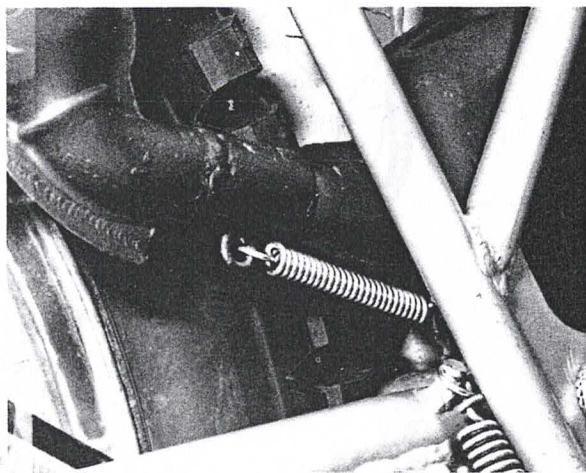

Bild 116
- Die zweiteilige Auspuffanlage der Alpina- und Sherpa-Modelle wird von kräftigen Federn zusammengehalten (Bild 116), während die nach unten geführte Auspuffanlage aus einem Stück besteht. Beide Anlagen sind mit drei Federn am Auspuffstutzen des Zylinders befestigt. Die Federn werden am besten mit einem kräftigen Drahthaken ausgehängt.